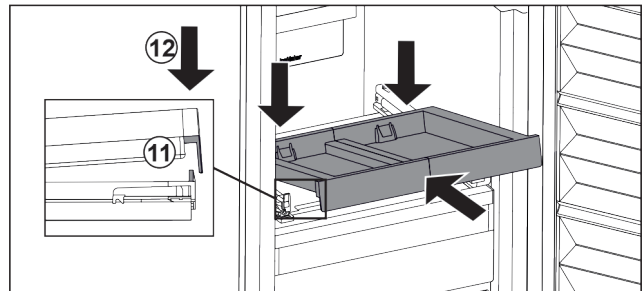

Fig. 88
- ▶ Schräg einschieben. Darauf achten, dass auf beiden Seiten der Anschlag hinter der Lasche ist. Fig. 88 (11)
- ▶ Auszugsbord vorne absetzen. Fig. 88 (12)